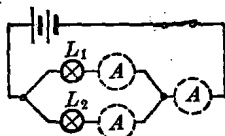

图 73
(4) 参照图 73，把两个小电灯  $L_1$  和  $L_2$  組成并联电路。